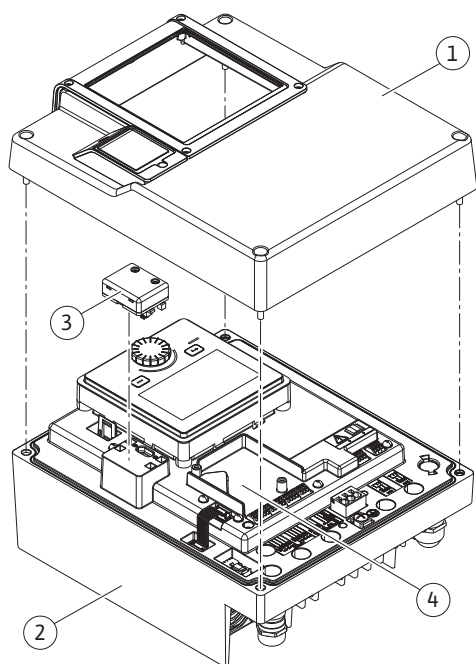
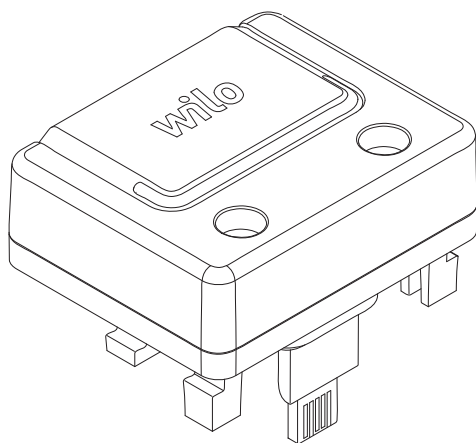

Fig. 25: Elektronikmodul
Fig. 26: Wilo-Smart Connect modul BT
Bluetooth-grænsefladen (Fig. 25, pos. 3) Wilo-Smart Connect modul BT (Fig. 26) bruges til tilslutning til mobilt terminaludstyr som f.eks. smartphone og tablet. Med Wilo-Smart Connect-appen kan pumpen betjenes og indstilles, og der kan udlæses pumpedata. Se kapitlet "Ibrugtagning" vedrørende indstillinger.
3. Sæt Wilo-Smart Connect modul BT i den dertil beregnede grænseflade. Se Fig. 25, pos. 3.
CIF-moduler (tilbehør) bruges til kommunikation mellem pumper og bygningsstyringsteknik. CIF-moduler sættes på i elektronikmodulet (Fig. 25, pos. 4)